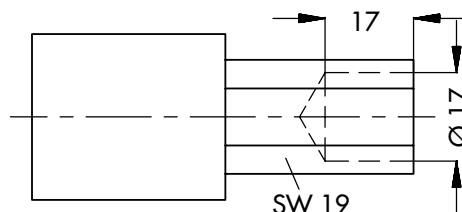

Fig 10 · Chiave
3. Allentare le viti (15) e rimuovere l'attuatore. (nelle versioni con volantino - produzione fino a inizio 1998 - è necessario sostituire l'intera parte inferiore).
4. Nei DN 15 - 25 svitare il nipplo della guida dell'otturatore (3) mediante chiave (codice 1280-3001) e rimuoverlo. La chiave può essere costruita p.es. con un inserto per giraviti Gedore (IN 19-19) forando l'inserto esagonale da 19 mm con $\varnothing 17$ per 17 mm di profondità (vedere fig. 10).